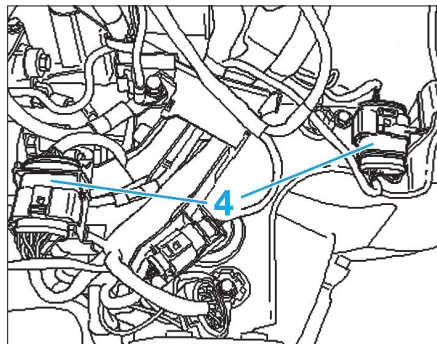

Fig. 77
- les connecteurs (4) situés à gauche sur le longeron (Fig.77),